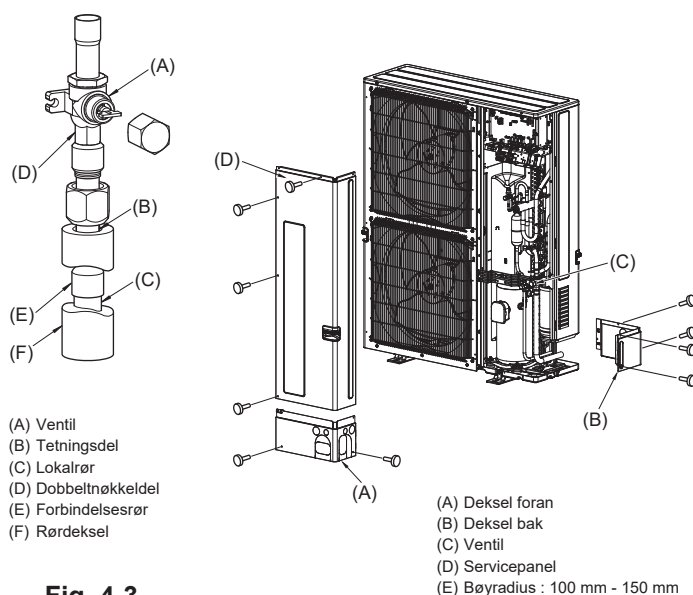

Fig. 4-3
- Bruk følgende fremgangsmåte for tilkopling av rør på gassiden. (Fig. 4-3)
- Hardlodd (E) det medfølgende forbindelsesrøret til utendørsenheten ved bruk av lokalt anskaffede hardloddematerialer og (C) lokale rør uten oksygen.
- Kople forbindelsesrøret (E) til stengeventilen på gassiden. Bruk to nøkler til å stramme leppemutteren.